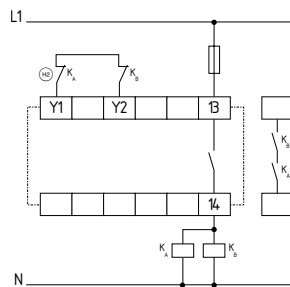

Abb. 8
**Zweikanalige Ansteuerung mit Rückführkreis (siehe Abb. 8)**